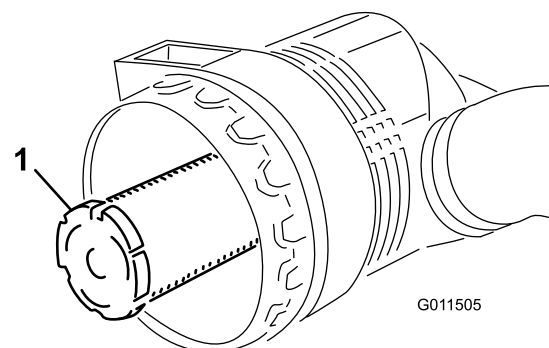

Figure 55
**Important:** N'essayez jamais de nettoyer l'élément de sécurité (Figure 55). Remplacez-le une fois sur trois, quand vous effectuez l'entretien du préfiltre.